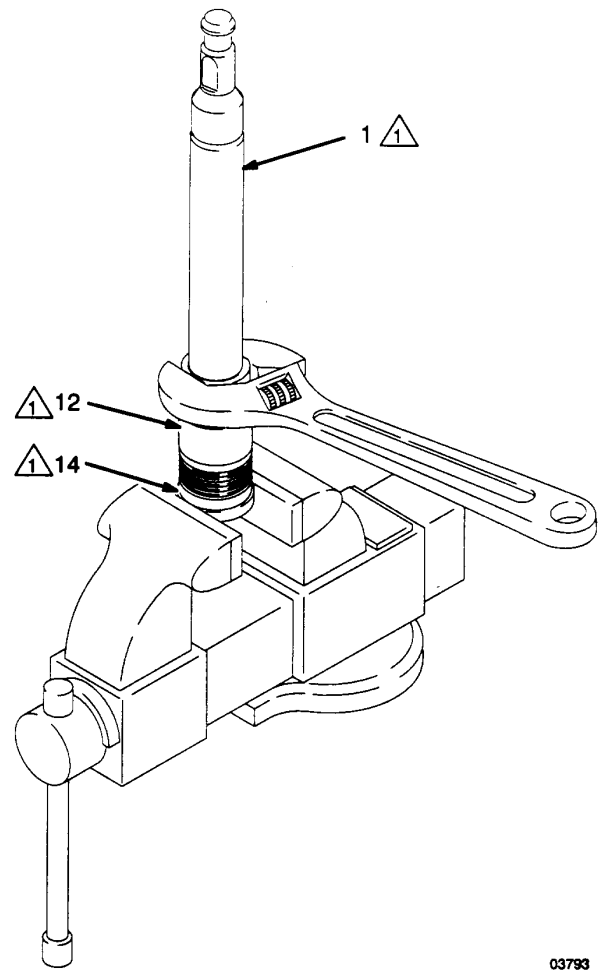

Fig. 7
7. Eclairer l'intérieur du cylindre (11) pour examiner sa surface intérieure, à la recherche de rayures ou d'usure. Retirer les joints toriques (10) du cylindre.
8. Placer les méplats du carter de siège de piston (14) dans un étau, comme représenté à la fig. 7. Au moyen d'une clef à molette, dévisser le carter de bille de piston (12) du carter de siège de piston. Faire attention à récupérer la bille de piston (13) au moment où l'on sépare le carter de bille du carter de siège de piston, de telle sorte qu'elle ne tombe pas et ne soit pas détériorée.
3. Placer les méplats du carter de siège de piston (14) dans un étau. Placer la bille (13*) sur le siège de piston (E). Visser le carter de bille de piston (12) dans le carter de siège de piston, serrer à la main, puis serrer au couple de 386 à 407 N.m (285 à 300 ft-lb). Voir Fig. 7.